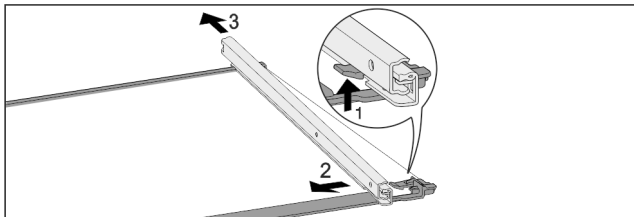

Fig. 125 Steklena plošča z vodili
- ▶ Sprednji zaskočni kaveljček potisnite navzgor. Fig. 125 (1)
- ▶ Izvelčno vodilo potisnite Fig. 125 (2) na stran Fig. 125 (3) in nazaj.